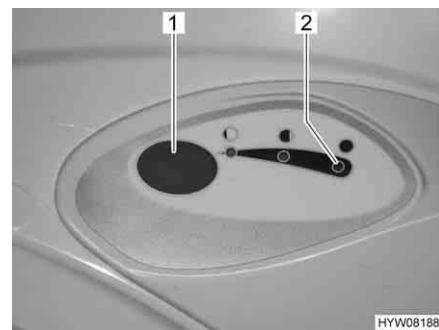

Fig. 153 Pulsante dello sciacquone/spia di controllo toilette Thetford
- Per sciacquare premere il pulsante blu (Fig. 153,1).
La spia di controllo (Fig. 153,2) si accende quando il serbatoio fiscale deve essere svuotato.